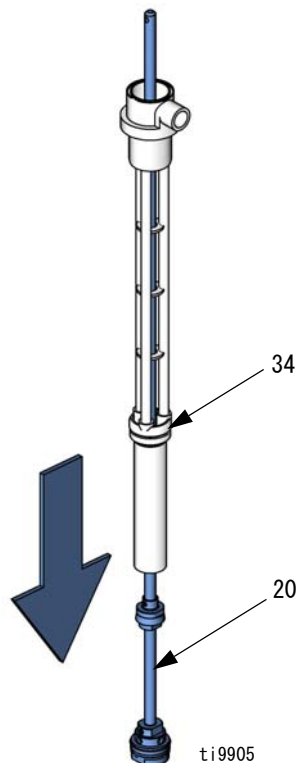

図 19
7. ポンプ本体 (34) の下端から移動シャフト (20) を引き出します。図 19 を参照のこと。